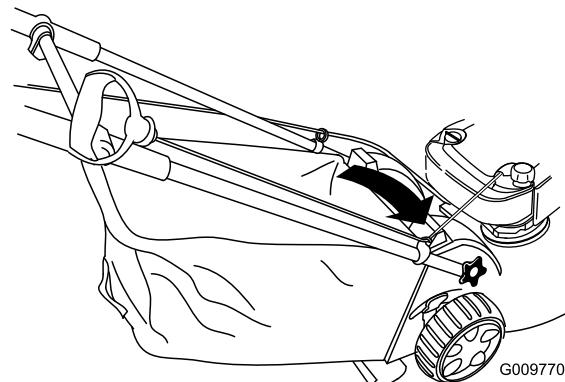

Figura 32
- Pase la cuerda de arranque alrededor de la guía de cuerda inferior (Figura 32).